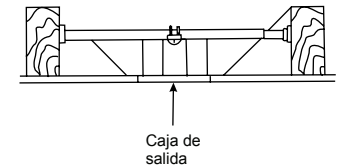

Fig. 4
**Nota:** Dependiendo de la ubicación que haya seleccionado para la instalación, es posible que deba comprar e instalar un " Colgador de viguetas " para el soporte de la caja de salida. Asegúrese de que la percha de la vigueta que compre ha sido diseñada para su uso con ventiladores de techo. (Fig. 4)